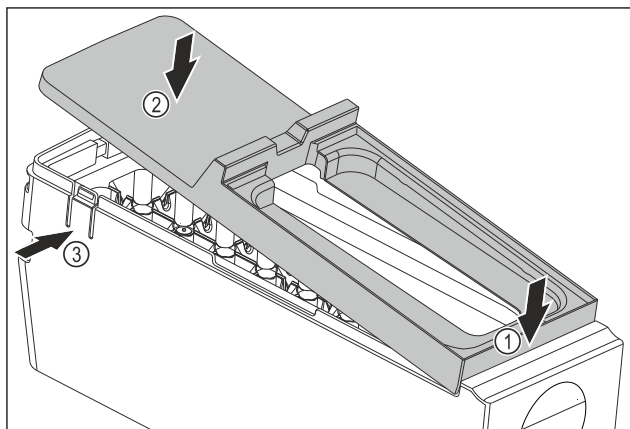

Fig. 81
- Montare la copertura del corpo dell'EasyTwist-Ice: Applicare la copertura sul davanti. Fig. 81 (1)
- Abbassare la copertura sul retro. Fig. 81 (2)
- ▷ La copertura si innesta in entrambe le linguette Fig. 81 (3) in modo udibile.